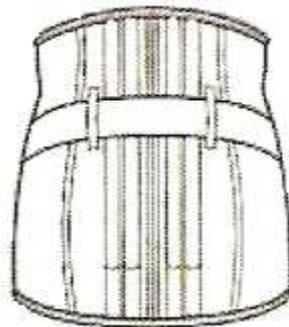

Figure 29 : CMAL montante au dos munie d'un tirant hypogastrique ⁽⁵⁶⁾
- CMAL montante au dos munie d'une sangle intérieure, d'un tirant hypogastrique ou d'une bride de rappel lombo-sacrée. Prévues pour maintenir un abdomen volumineux, une zone de faiblesse localisée (éventration, hernie) ou une ptôse organique grâce aux différentes adjonctions (Figure 29);